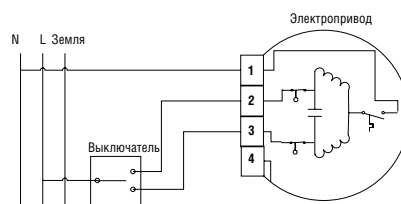

Рис. 4. Подключение выключателя.
## ЭЛЕКТРИЧЕСКОЕ ПОДКЛЮЧЕНИЕ (Рис. 4).
**ВНИМАНИЕ:** Питающее напряжение должно подаваться через блок защиты от перегрузок и короткого замыкания. Подключение привода RollHan должно быть выполнено по схеме (Рис. 4), квалифицированным персоналом и с соблюдением техники безопасности.